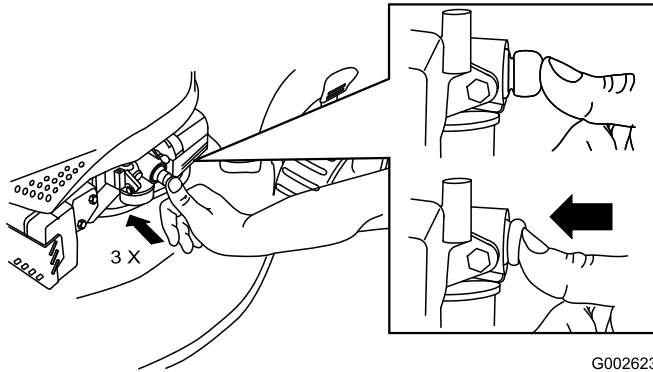

Figura 20
2. Apriete el cebador 3 veces con el dedo pulgar, presionando con fuerza, y manteniendo la presión durante un segundo antes de soltarlo (Figura 20).